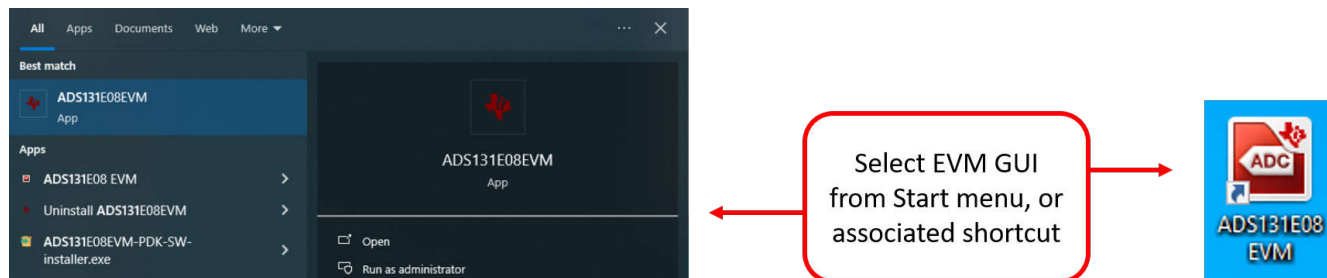

图 4-2. 启动 ADS131E08EVM GUI 软件
3. 从开始菜单或相关快捷方式中进行选择，启动软件 GUI，如 图 4-2 所示。您会注意到，当 FPGA 固件加载到 PHI 上时，PHI 上的 LED 缓慢闪烁。加载需要几秒钟时间。